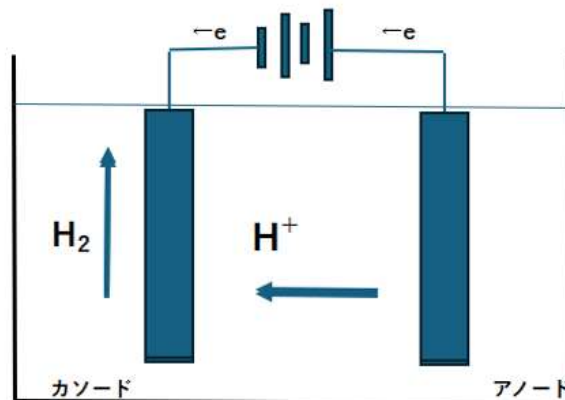

図12-1 陽極酸化処理の反応イメージ
- この酸化膜の厚みをミクロン単位まで厚くして、耐食性と耐摩耗性を向上させる方法の1つが陽極酸化処理（アルマイト）です。アルミニウムを（アノード）陽極として電解液中で電気分解し、表面に頑丈な酸化皮膜を形成します（図12-1）。